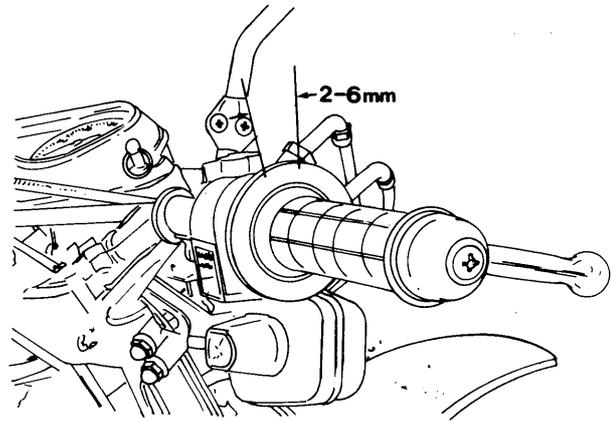

Bild 4
- Sichergehen, dass die Gasseilzüge nicht brüchig, beschädigt oder geknickt sind und dass das Gasdrehgriffspiel 2–6 mm am Gasdrehgriffflansch beträgt (Bild 4).